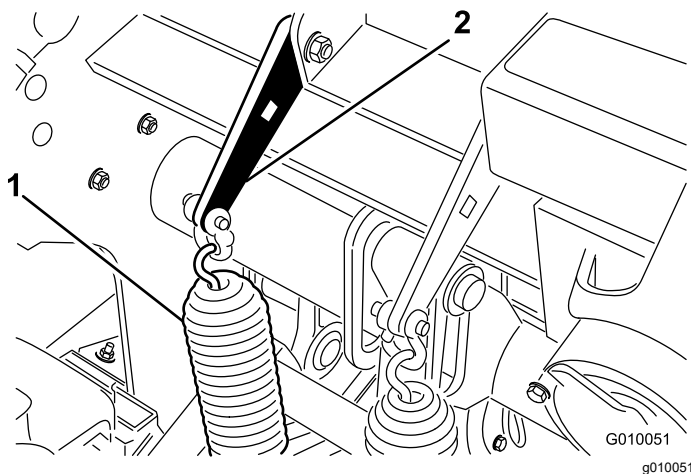

图 27
- 松开将弹簧支架固定到打孔头上的机架螺栓和螺母图 27。不要卸掉螺栓和螺母。